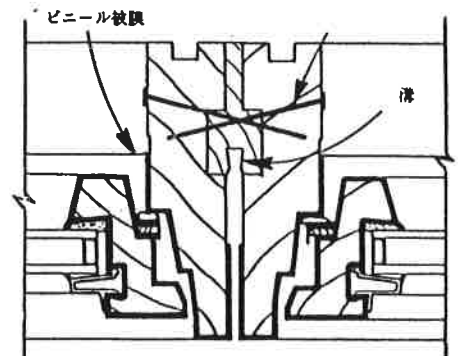

図2
- F. 接合部側枠から内部押縁を取り外します。側枠の内側が面一となっているよう、クランプで締めます。63mm長さのコート釘または50mm長さの石膏ボード用ネジを、152mm~203mm間隔で互い違いに側枠に打ち込みあるいはねじ込みます。この時、釘あるいはネジはビニル被膜の端から6mm離して下さい。接合ストリップの溝に釘やネジが通らないように気をつけて下さい。(図2)